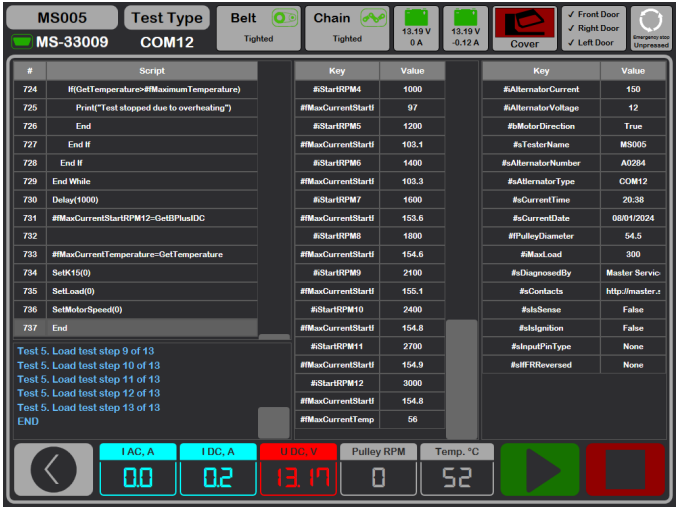

Рисунок 27. Меню режима автоматического теста
5.3. Zum Fortsetzen der Diagnose die Taste „Ok“ (OK) drücken.
6. Zum Starten des Tests im geöffneten Fenster (siehe Abb. 27) die entsprechende Taste  drücken. Anschließend führt der Prüfstand alle Prüfungen gemäß dem ausgewählten Skript selbstständig durch. Bei Bedarf kann der Test mit der entsprechenden Taste unterbrochen werden .